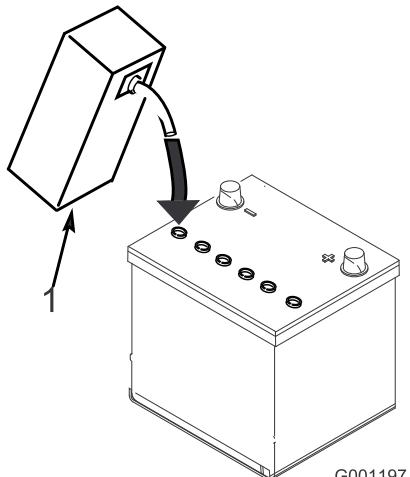

Figure 6
- Versez de l'électrolyte avec précaution dans chaque élément jusqu'à ce les plaques soient recouvertes par environ 6 mm de liquide (Figure 6).